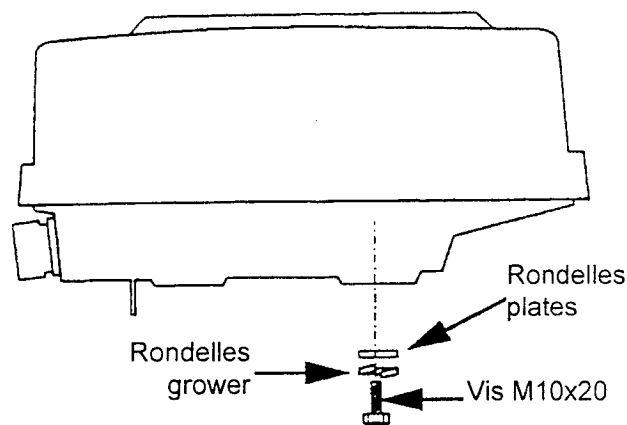

Fig. 5.7 Montage de l'unité d'antenne du 841
- 1) Ouvrir soigneusement la protection du radôme. Oter tout d'abord les 4 vis M10, les rondelles grower et les rondelles plates situées à la base du radôme (Fig. 5.7). Ne pas réutiliser ces vis pour fixer la plate-forme.